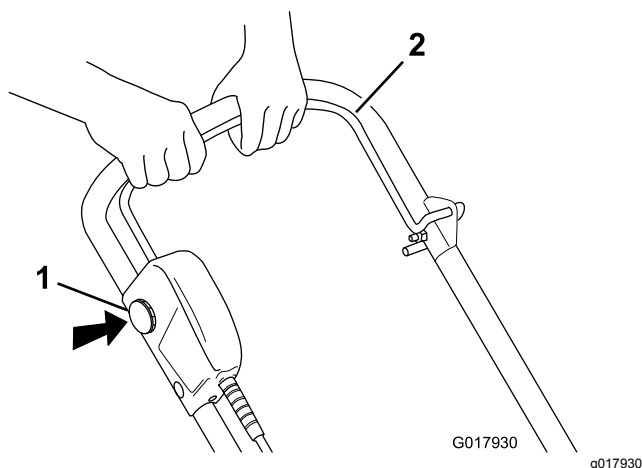

Figure 10
1. Pour démarrer le moteur, insérez le bouton de sécurité (clé) et appuyez de manière prolongée dessus, puis serrez la barre de commande contre le guidon (Figure 10).